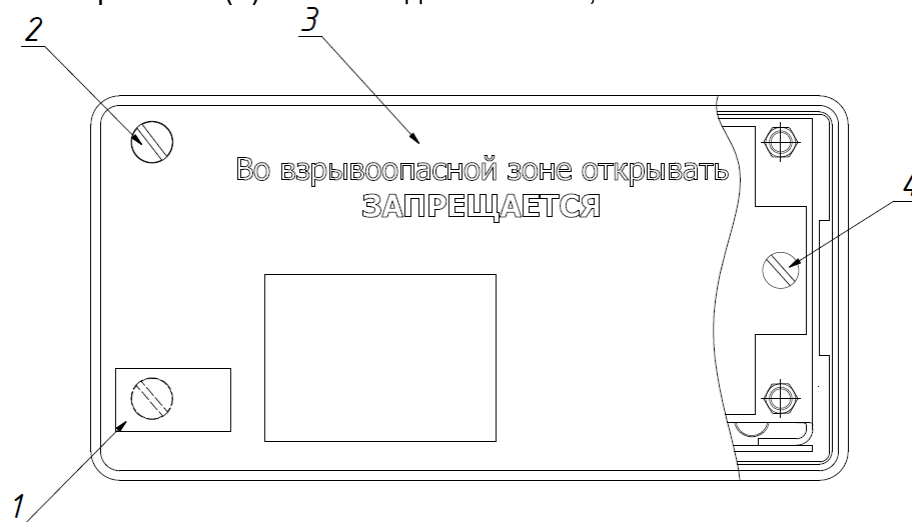

Рис. 4.1. Вид задней панели
- снять наклейку (1) на задней панели (рис. 4.1);
- отвернуть четыре винта (2) и снять заднюю панель;
– установить заднюю панель (19) на место и закрепить её винтами (2) (рис. 4.1), проследить за тем, чтобы кожух вошел в паз задней панели;
– снять наклейку (1) на задней панели (рис. 4.1);
– отвернуть четыре винта (2) и снять заднюю панель;
– снять наклейку (пломбу) (1) на задней панели (рис. 4.1);
- установить заднюю панель (19) на место и закрепить её винтами (2) (рис. 4.1), проследить за тем, чтобы кожух вошел в паз задней панели;
- установить заднюю панель (19) на место и закрепить её винтами (2) (рис. 4.1), проследить за тем, чтобы кожух вошел в паз задней панели.